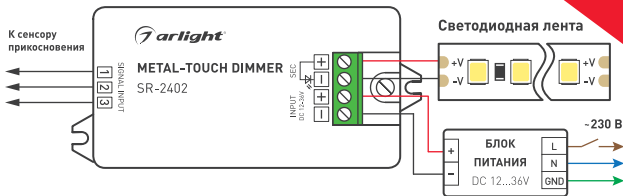

Рисунок 1. Схема подключения.
- 3.3. Подключите светодиодную ленту к выходу датчика (Рис. 1). Соблюдайте полярность.